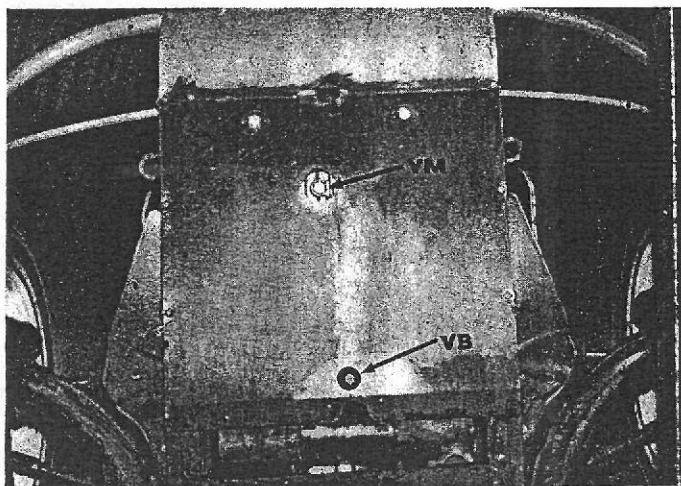

FIG. 19. — MOTEUR AVANT
Après 3 000 km, vidangez à chaud les carters (bouchon en VM, fig. 19 et 20).
Avec un pinceau graissez les couteaux (2, fig. 19 et 20).
- c) de vidanger les boîtes de vitesses (bouchons de vidange en VB, fig. 19 et 20).